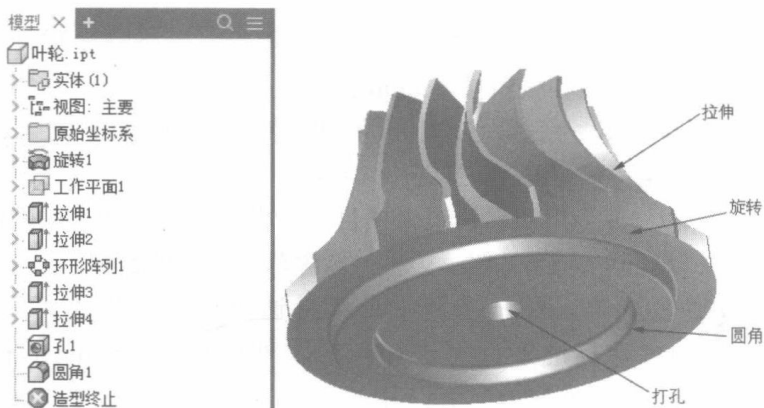

图 1-2 Inventor 中的零件图以及零件模型
(1) 基于特征。指在参数化造型环境中，零件是由特征组成的，所以参数化造型也可成为基于特征的造型。参数化造型系统可把零件的结构特征十分直观地表达出来，因为零件本身就是特征的集合。图 1-2 是用 Autodesk 公司的 Inventor 软件作的零件图，左边是零件的浏览器，显示这个零件的所有特征。浏览器中的特征是按照特征的生成顺序排列的，最先生成的特征排在浏览器的最上面，这样模型的构建过程就会一目了然。
(2) 全尺寸约束。指特征的属性全部通过尺寸来进行定义。比如在 Inventor 软件中进行打孔，需要确定孔的直径和深度；如果孔的底部为锥形，则需要确定锥角的大小；如果是螺纹孔，则还需要指定螺纹的类型、公称尺寸、螺距等相关参数。如果将特征的所有尺寸都设定完毕，则特征就可成功生成，并且以后可任意地进行修改。